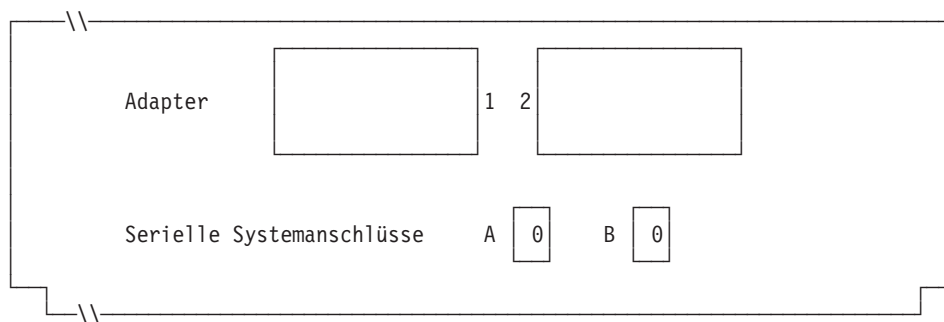

Abbildung 81. Rechte Seite der Rückseite einer Datenkasse IBM 4693-4x1
6. Wird ein asynchroner Anschluss durch die Kassenanwendungen benutzt, in Abb. 81 die Anschlussnummer eintragen. Eine Null (0) eintragen, wenn die Datenkasse einen Anschluss nicht benutzt. Gültige Anschlussnummern sind 1, 2, 3 und 4.